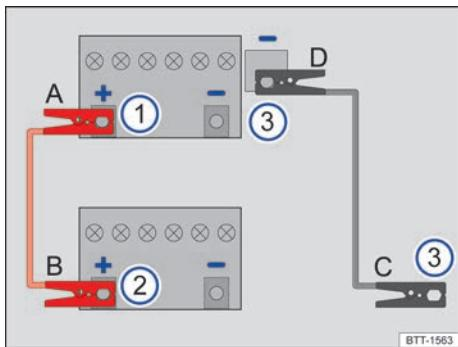

图 130 应急启动 – 电缆连接示意图
→ 图 130 的图例：
→ 图 130。
- 将红色应急启动电缆的一端连接到 12V 汽车蓄电池 → 图 130 ① 电量耗尽的车辆的正极 (+) 上
- 将红色应急启动电缆的另一端连接到供电车辆 → 图 130 ② 的正极 (+) 上。
- 将黑色应急启动电缆的一端连接到应急启动接点（接地端）→ 图 130 ③ 上。
- 将黑色应急启动电缆的另一端连接到 12V 蓄电池电量耗尽的车辆 → 图 130 ③ 上。⇒ .
- 仅按照顺序 D - C - B - A 断开起动辅助电缆 ⇒ 图 130。